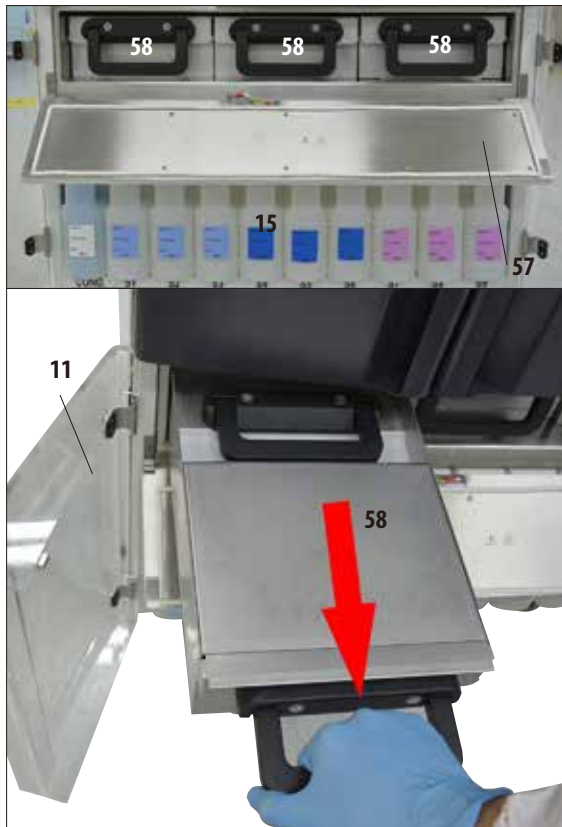

Fig. 41
- O aparelho possui três banhos de parafina aquecida (58), cada um com uma capacidade máxima de 4,9 l de parafina líquida.
- Eles ficam atrás de uma aba (57) sobre o compartimento de reagentes contendo o sistema de frascos (15). Para acessar a aba, abra as duas portas de acrílico que ficam na parte inferior (11, 12).
- Os banhos individuais de parafina podem ser abertos para enchimentos (Fig. 41) e também podem ser retirados do compartimento para limpeza.